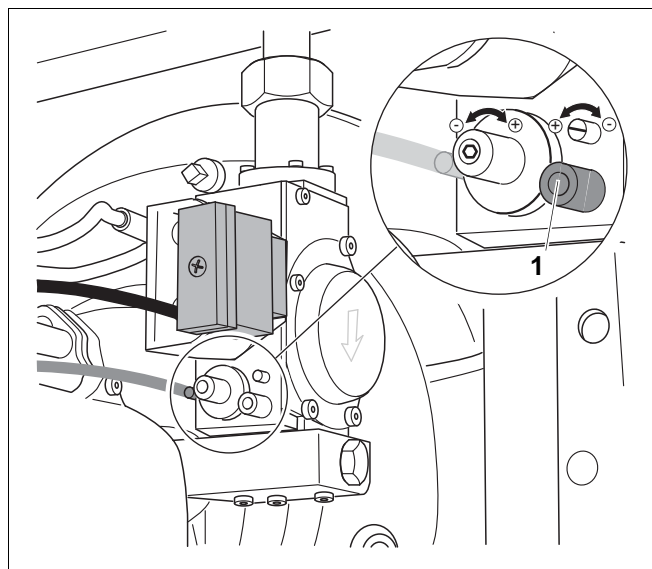

Рис. 19 Измерение давления газовой форсунки (измерительный ниппель со стороны выхода)
- Отверните отверткой на 0,5–1 оборота измерительный ниппель (рис. 19, поз. 1 со стороны выхода на одной из двух газовых арматур.
- Подключите шланг положительного полюса дифференциального манометра к измерительному ниппелю (рис. 19, поз. 1).
- Отверните отверткой на 0,5–1 оборота измерительный ниппель (рис. 19, поз. 1) со стороны выхода на второй газовой арматуре.
- Подключите шланг отрицательного полюса дифференциального манометра к измерительному ниппелю (рис. 19, поз. 1).
- После завершения работ на газовой арматуре проверьте утечку газа через измерительный ниппель (рис. 19, поз. 1).